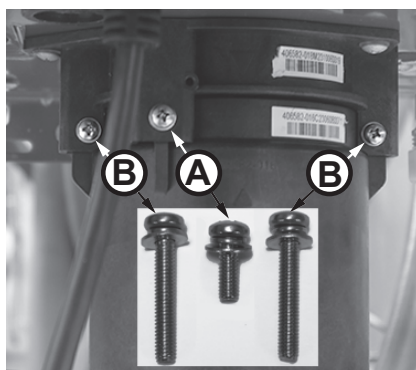

Figura 178 - Identifique los tornillos del cartucho
- 5 Ubique los tres (3) tornillos que fijan el cartucho X3®/de derivación como se muestra en la Figura 178. Retire el tornillo M4-12 mm (A) y los dos tornillos M4-25 mm (B) del cartucho. Deje los tornillos a un lado en un lugar seguro para volver a instalarlos.